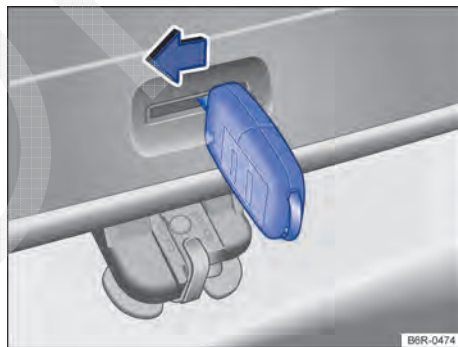

Fig. 162 Do lado de dentro do compartimento de bagagem: destravamento de emergência da tampa traseira.
- Inserir a haste da chave na abertura da tampa traseira → Fig. 162 e pressionar a alavanca de destravamento no sentido da seta, para destravar a tampa traseira.